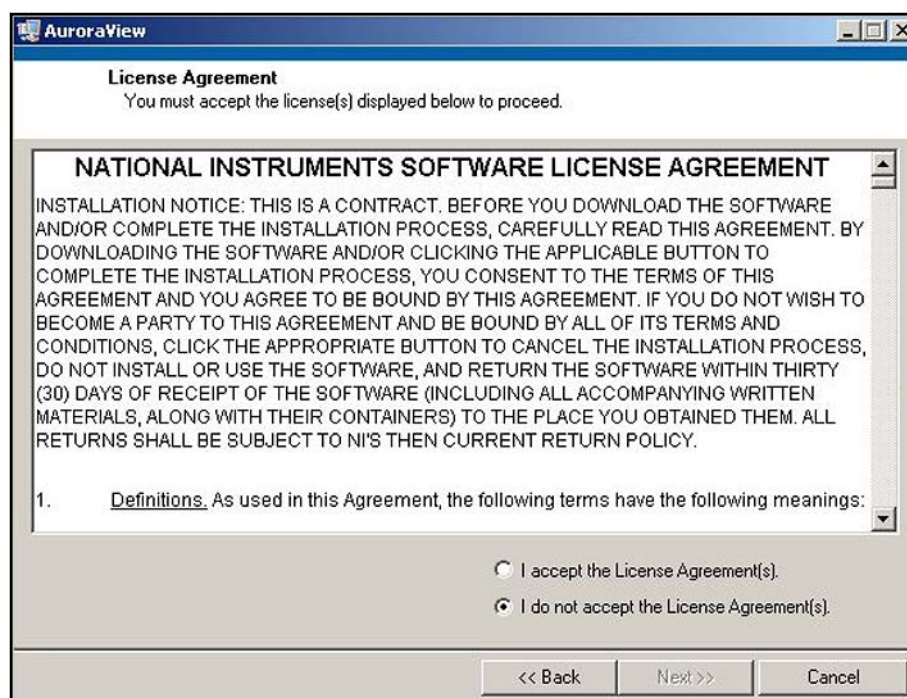

図 55: ソフトウェア使用許諾契約書
6. 次の画面にソフトウェア使用許諾契約書（以下の図 55 を参照）が表示されます。「I accept the License Agreement（使用許諾契約書に同意します）」を選択し、**Next（次へ）** をクリックします。